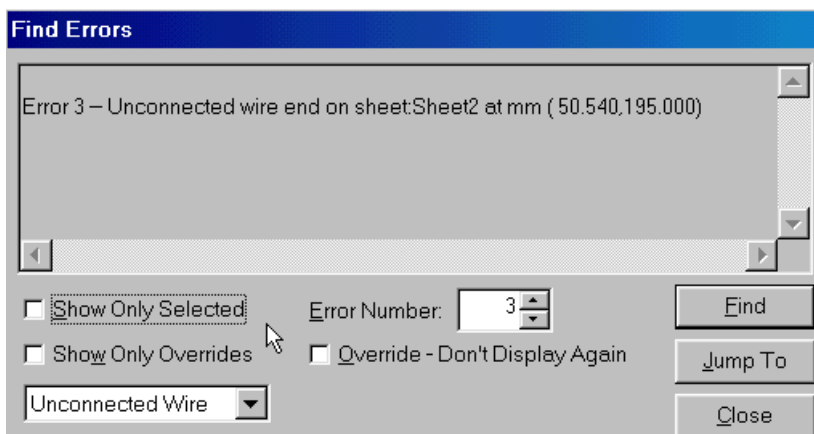

Рис. 6-30. Поиск и просмотр ошибок
3) Щелкните по нему правой кнопкой мыши и выберите в выпадающем меню команду **Properties**. Появится панель **Find Errors** (поиск ошибок), показанная на рис. 6-30. Здесь в